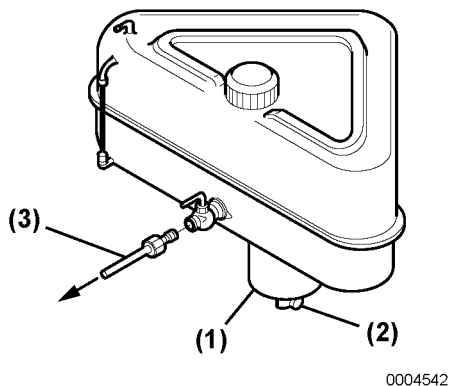

Figura 4
2. Inserire un contenitore sotto il rubinetto di scarico (**Figura 4, (2)**) per raccogliere il combustibile.